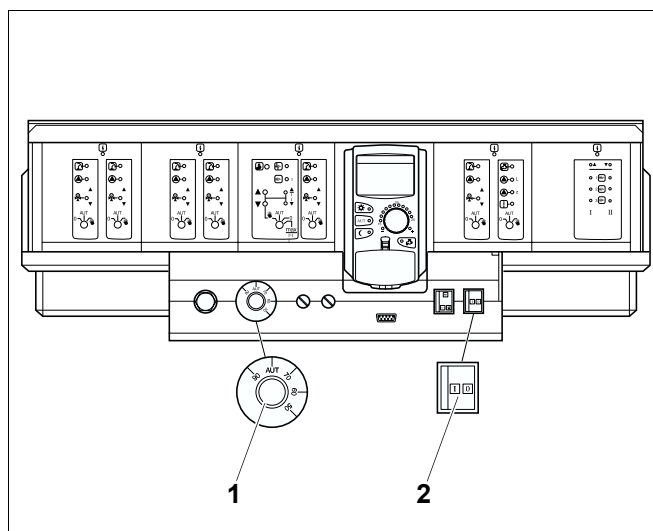

Рис. 15 Система управления Logamatic 4000
- Перевести пусковой выключатель (рис. 15, поз. 2) в положение "0" (ВЫКЛ).